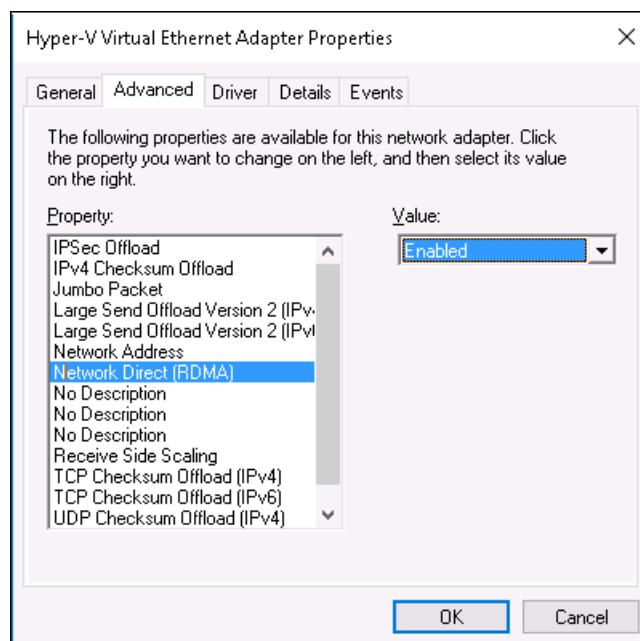

Ilustración 15-2. Hyper-V Virtual Ethernet Adapter Properties (Propiedades del adaptador Ethernet Virtual de Hyper-V)
3. En la página Advanced (Avanzado) (Ilustración 15-2):